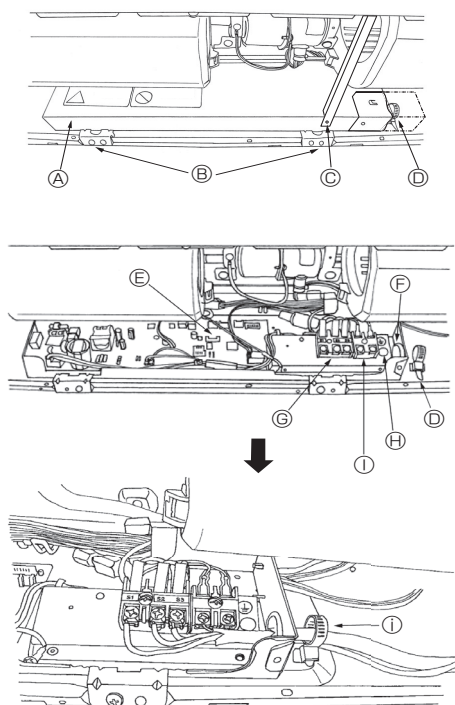

Fig. 6-1
6.1. Электр сымдары (Fig. 6-1)